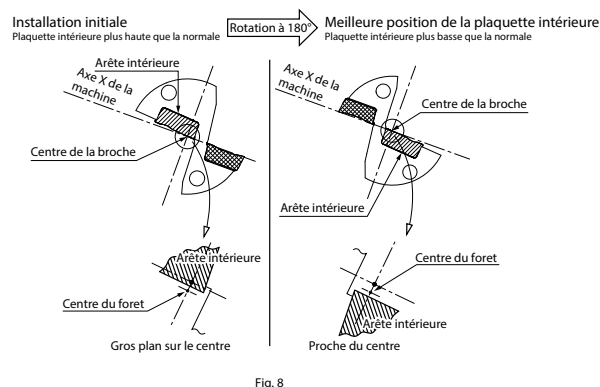
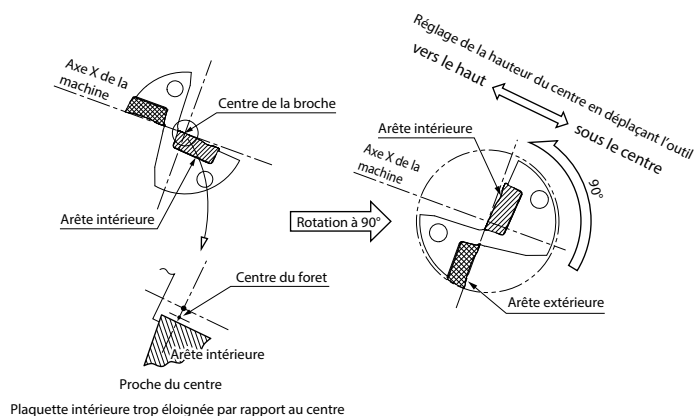

Fig. 8
Fig. 9
A. Installer le foret et tourner de 180° Cette méthode permet de résoudre la plupart des problèmes (fig. 8) B. Si le diamètre du noyau devient trop grand après cet ajustement, installer le foret en tournant de 90° dans le sens antihoraire, comme indiqué à la figure 9 (la plaquette extérieure est positionnée plus bas), puis ajuster la hauteur du centre en déplaçant l'outil dans la direction de l'axe X. (Toutefois, il n'est alors pas possible d'ajuster le diamètre de coupe) Attention : si le foret est installé à l'inverse (la plaquette extérieure étant placée au-dessus), le diamètre de coupe est alors plus petit, ce qui risque de causer un contact entre le corps de perçage et le trou percé. Dans ce cas, la meilleure solution consiste à réajuster la position centrale de la tourelle.